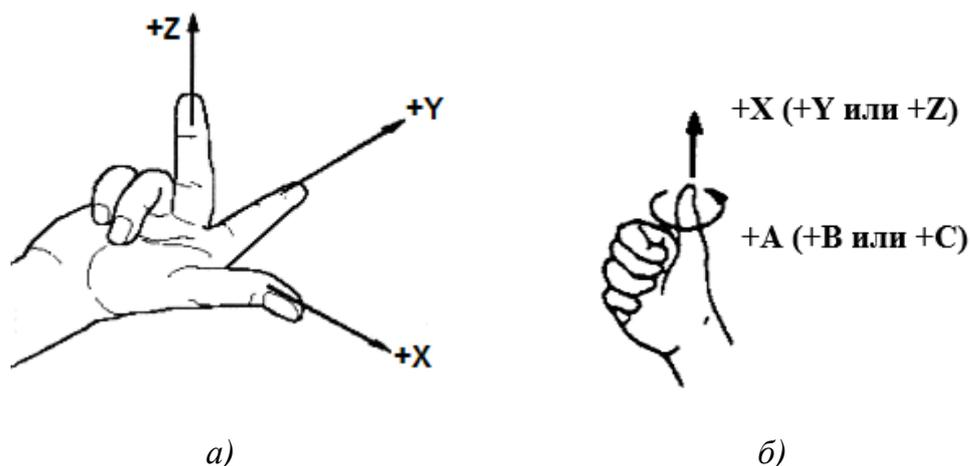

Рис. 1. Выбор направления осей X , Y , Z станка с ЧПУ (а) и направления вращения относительно этих осей (б) по правилам правой руки
Системы координат в станке можно выбрать различным образом, но для сокращения трудозатрат при составлении управляющей программы, упрощения наладки станка и уменьшения объема необходимых вычислений – выбор систем координат и направления осей, по которым перемещаются исполнительные органы станка, стандартизованы. В стандартной системе координат станка положительные направления осей X , Y , Z определяются **по правилу правой руки**. Большой палец (рис. 1, а) указывает положительное направление оси абсцисс (X), указательный – оси ординат (Y), средний – оси аппликат (Z).
Положительные направления вращения вокруг осей X , Y , Z определяются вторым правилом правой руки, согласно которому большой палец располагают поочередно по направлению осей X , Y , Z , тогда остальные согнутые пальцы укажут положительное направление вращения относительно рассматриваемой оси (рис. 1, б). Пользуясь этими правилами, можно без затруднений определить не только положительные направления осей X , Y , Z , но и положительные направления вращения исполнительных органов для станка с ЧПУ.